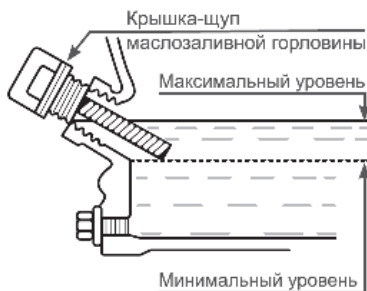

Рис. 7. Крышка-щуп маслосазливной горловины
2. Открутите крышку-щуп маслосазливной горловины и извлеките щуп (Рис. 7).
2. Открутите крышку-щуп маслозаливной горловины и извлеките щуп (Рис. 7).